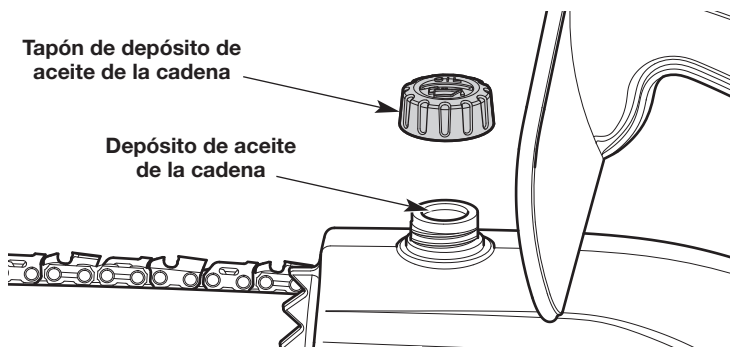

Fig. 26
3. Desenrosque la tapa del depósito de aceite (Fig. 26).